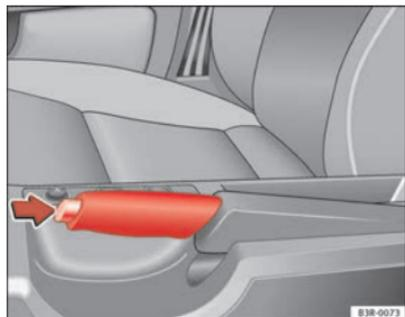

Fig. 138 Detalle de la consola central: Freno de mano puesto
- Levante ligeramente la palanca del freno de mano y pulse al mismo tiempo el botón de bloqueo ⇒ fig. 138 -flecha-.